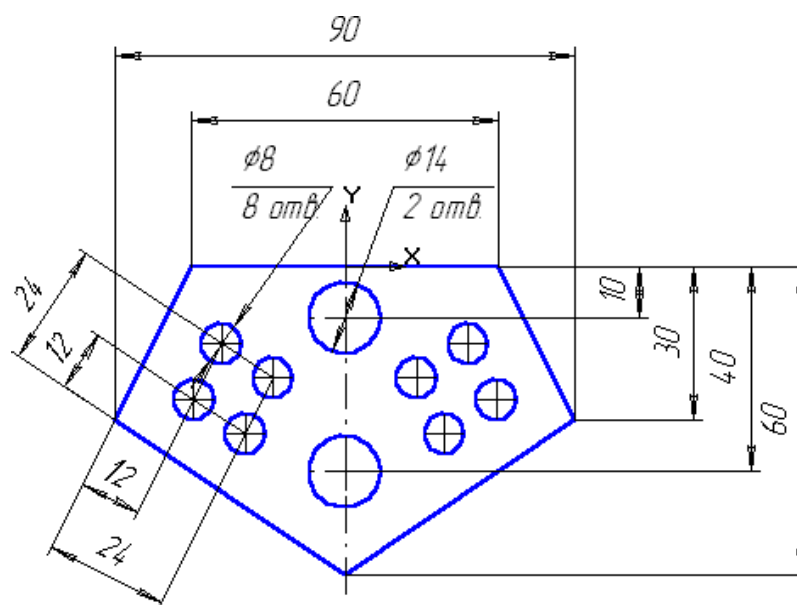

Рис. 9
**Задание 6.** Самостоятельно выполните чертеж детали, изображенный на рис. 9, с использованием изученных приемов создания и редактирования геометрических примитивов.